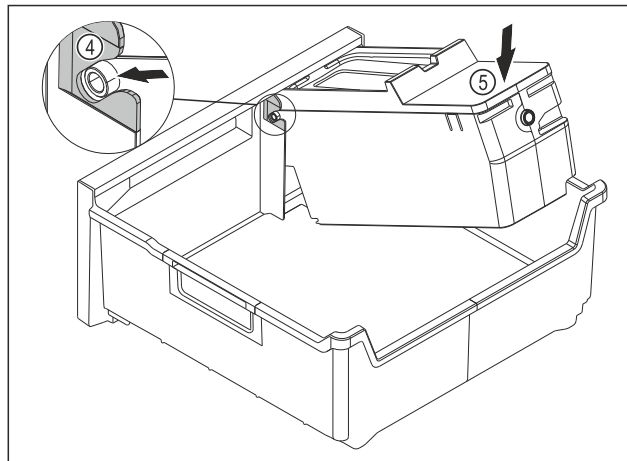

Fig. 140
- ▶ Az EasyTwist-Ice egység testének szerelése: Tolja be az EasyTwist-Ice egység testének tengelyeit a vezetőkábelekbe Fig. 140 (4).
- ▶ Nyomja le az EasyTwist-Ice egység testének Fig. 140 (5) hátsó részét.